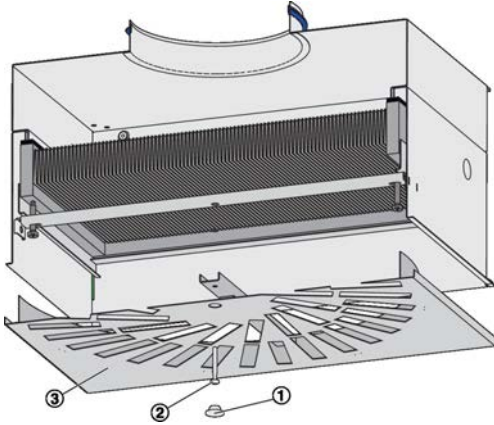

Abb. 6: Frontdurchlass demontieren
1. ► Zierkappe (Abb. 6/1) am Frontdurchlass (Abb. 6/3) abziehen. **Bei Frontdurchlass Serie PCD (PROCONDIF):** Zentrierschrauben herausnehmen.
2. ► Die Mittelschraubenbefestigung (Abb. 6/2) herausdrehen und Frontdurchlass abnehmen.